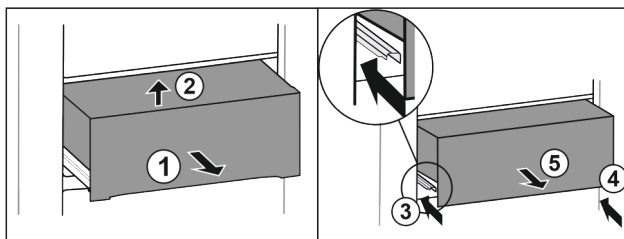

Fig. 27*
- ▶ Вытяните выдвижной ящик наполовину Fig. 27 (1).*
- ▶ Приподнимите спереди Fig. 27 (2).*
- ▶ Вставьте левую направляющую Fig. 27 (3).*
- ▶ Вставьте правую направляющую Fig. 27 (4).*
- ▶ Извлеките выдвижной ящик движением вперед Fig. 27 (5).*